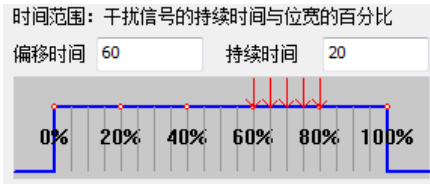

图 2.28 干扰位置
- 时间范围：定义了干扰的位置，即干扰时，将这个位的那个区域变成显性电平。使用“偏移时间”和“持续时间”来约束，比如干扰的节点波特率采样点为 70%，则干扰位置必须覆盖采样点位置，否则干扰无效，如图 2.28 所示。
时间范围：定义了干扰的位置，即干扰时，将这个位的那个区域变成显性电平。使用“偏移时间”和“持续时间”来约束，比如干扰的节点波特率采样点为 70%，则干扰位置必须覆盖采样点位置，否则干扰无效，如图 2.28 所示。